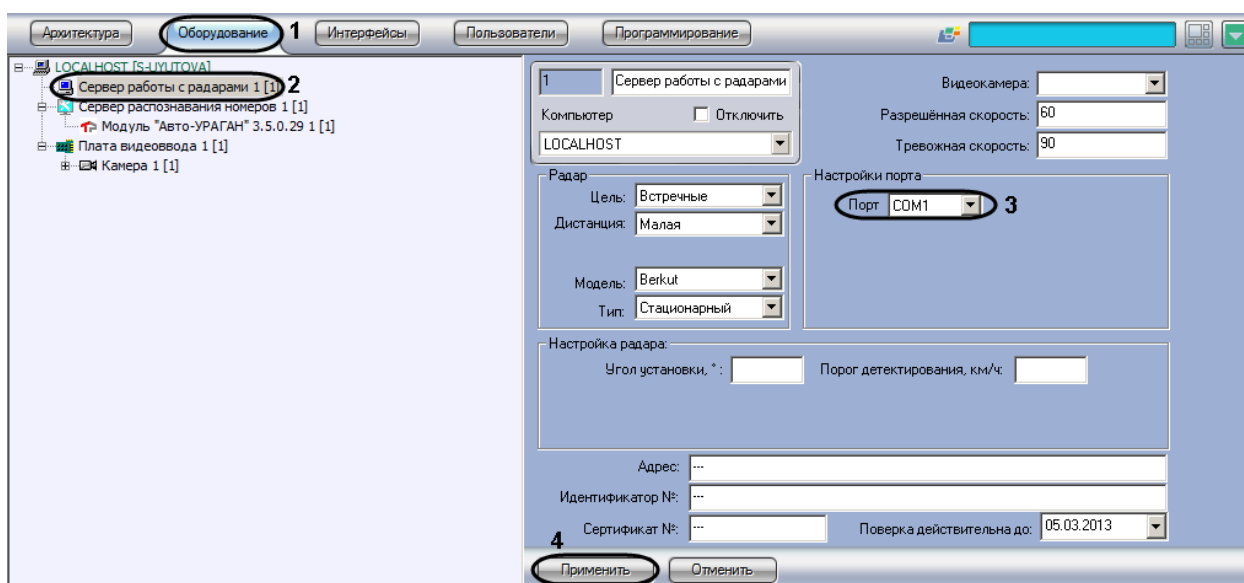

Рис. 7.3—1. Панель настроек объекта «Сервер работы с радаром»
1. Перейти во вкладку «Оборудование» диалогового окна «Настройки» программы «Авто-Интеллект» (см. Рис. 7.3—1, 1).
2. В дереве объектов на вкладке «Оборудование» выбрать объект «Сервер работы с радаром», соответствующий настраиваемому программному модулю «Радар» (см. Рис. 7.3—1, 2). В правой части вкладки «Оборудование» отобразится панель настройки выбранного объекта.
3. Из списка «Порт» выбрать номер последовательного (COM) порта подключения устройства «Радар» (см. Рис. 7.3—1, 3).
4. Нажать кнопку «Применить» для сохранения всех изменений (см. Рис. 7.3—1, 4).